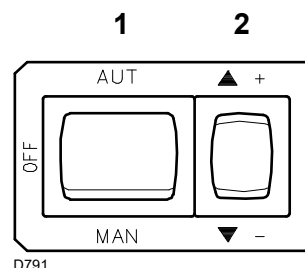

Abb. 25
Schließen Sie die Thermostate/Druckwächter und bringen Sie den Schalter in Abb. 25 in Position **“MAN”**.
Die Höchstleistung ist im "Betriebsbereiche" auf Seite 9 auszuwählen. In der vorhergehenden Beschreibung ist der Brenner auf der Mindestleistung in Betrieb geblieben. Nun auf die Taste 2)(Abb. 25) "Leistungssteigerung" drücken, bis der Stellantrieb gleichzeitig die Luftklappe und die Gasdrossel auf 90° geöffnet hat.
Die Mindestleistung ist im "Betriebsbereiche" auf Seite 9 auszuwählen. Auf die Taste 2)(Abb. 25) "Leistungsabminderung" drücken, bis der Stellantrieb gleichzeitig die Luftklappe und die Gasdrossel auf 15° (werkseitig ausgeführt) geschlossen hat.
- Zur Erhöhung auf die Taste 2)(Abb. 25) "Leistungssteigerung" leicht drücken (d.h. die Gasdrossel auf 10-15° öffnen), den Nockenwinkel III (Abb. 23) mit kleinen Verstellungen vergrößern, d.h. vom Winkel 15° auf 17° - 19°....
Auf die Taste 2)(Abb. 25) "Leistungserhöhung" leicht drücken, so daß eine neue Schraube 5)(Abb. 23) innerhalb der Öffnung 6)(Abb. 23) sichtbar ist. Die Schrauben einstellen, bis eine optimale Verbrennung erreicht wird. Mit den anderen Schrauben gleich verfahren. Daruf achten, daß die Änderung des Nockenprofils progressiv ist.
Brenner durch Schalter 1)(Abb. 25), Stellung OFF, abschalten, den Nocken mit variablem Profil durch vertikale Positionierung des Schlitzes 2)(Abb. 25) am Stellantrieb entsperren, und den Nocken mehrmals von Hand vor- und zurückdrehen: die Bewegung muß sanft und ungehindert erfolgen. Darauf achten, daß die Schrauben an den Enden des vorab eingestellten Nocken für die Öffnung der Luftklappe auf der Höchst- und Mindestleistung nicht versetzt werden.
- entfernen der Haube und Betätigen des Schalters "AUT/ MAN" in Abb. 25.